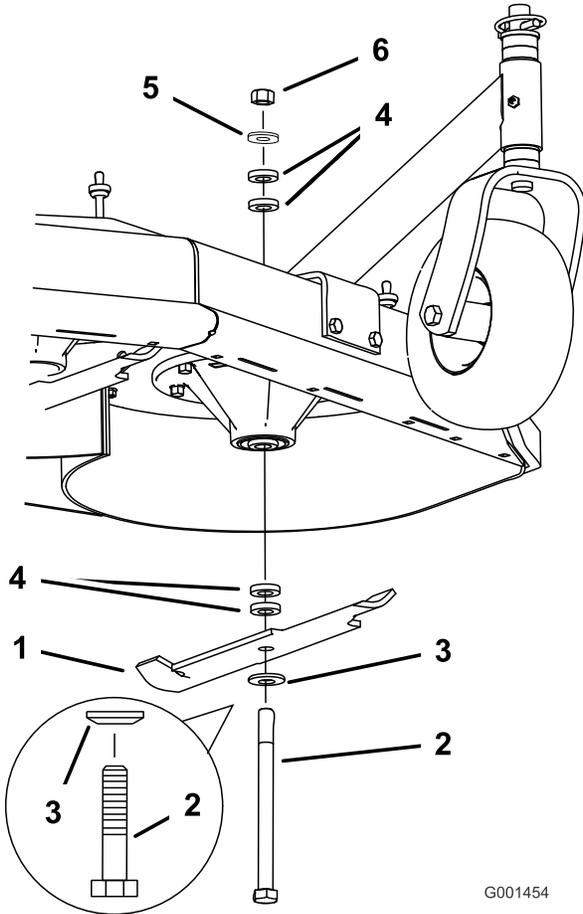

Figura 55
2. Retire la tuerca, el perno de la cuchilla, la arandela curva, la cuchilla, los espaciadores, y la arandela fina del eje (Figura 55).
1. Instale el perno, la arandela curva y la cuchilla. Seleccione el número correcto de espaciadores para la altura de corte deseada, e introduzca el perno en el eje (Figura 55).
2. Instale los espaciadores restantes, en su caso, y sujételos con una arandela fina y una tuerca (Figura 55).